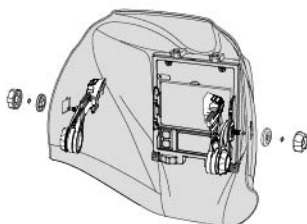

fig.14
- Placez chaque adaptateur dans les points d'assemblage de la coque du casque et vissez le bouton de connexion principal jusqu'à ce qu'il soit bien fixé (voir fig.14).